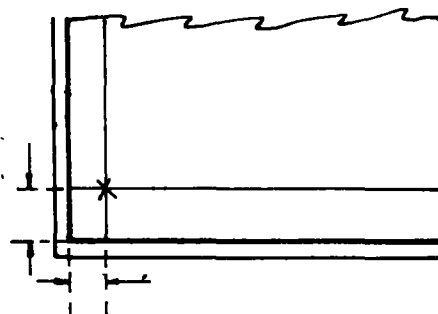

Fig. 1
- a Trace la línea de referencia de los agujeros y marque el lugar del primero, según indicación o dibujo (fig. 1).